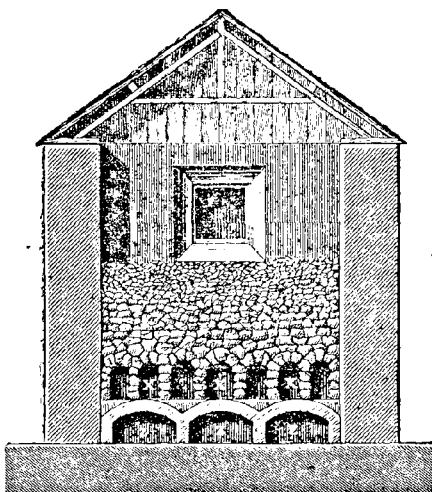

Fig. 71. Four à plâtre.
**Préparation.** — Si l'on chauffe modérément cette pierre dans un four (fig. 71), elle perd son eau et devient du *plâtre* ; il n'y a plus qu'à broyer les pierres dans un moulin, pour avoir de la *poudre*.